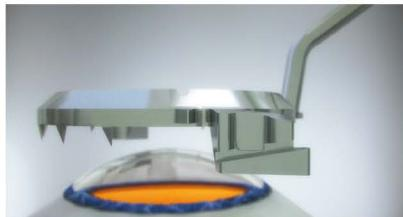
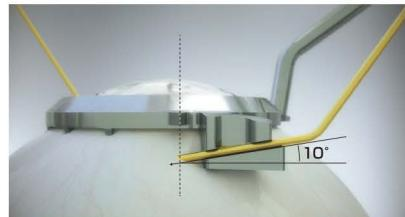

図1 眼球を固定
図2 ニードルガイドと角度
山根氏ダブルニードル・スタビライザーは、IOL強膜内固定術（フランジ法）における、強膜切開刺入ポイントのマーキングを容易にし、強膜トンネル作製時のより確実な操作を可能にします。リングに設けられた突起が、眼球をしっかりと固定し（図1）、針がガイドに沿って標準化された角度で刺入されます。（図2・3）
- この溝に沿って針を進めることにより角膜輪部に対して20度内向き、虹彩面に対し10度下向きに刺入されます。（図2・4）